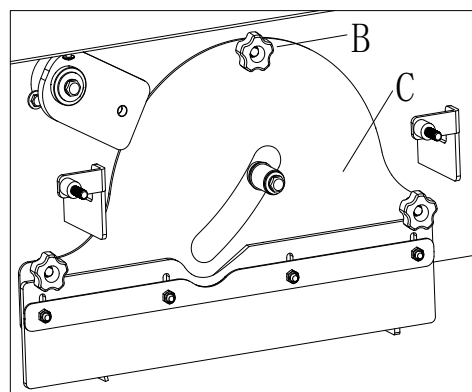

Figura 25
11. Instale a tampa do compartimento da escova (C, Figura 25) apertando os botões (B, Figura 25).